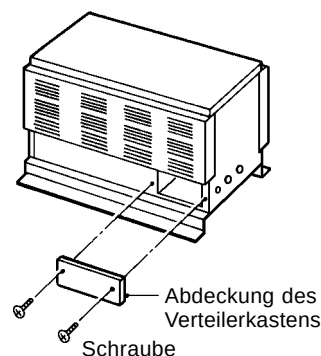

Abb. 19
- 1) Die zwei Schrauben und die Abdeckung des Verteilerkastens des Verflüssigers entfernen. Siehe Abb. 19.